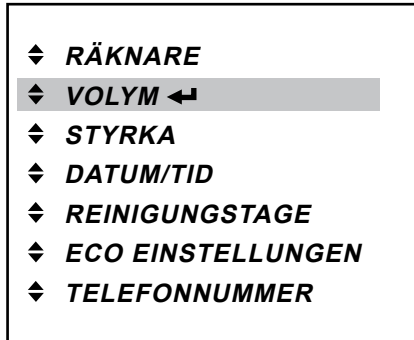

Bild 39
1. Tryck på Enter ◀ för att öppna menyn «VOLYM» (bild 39).